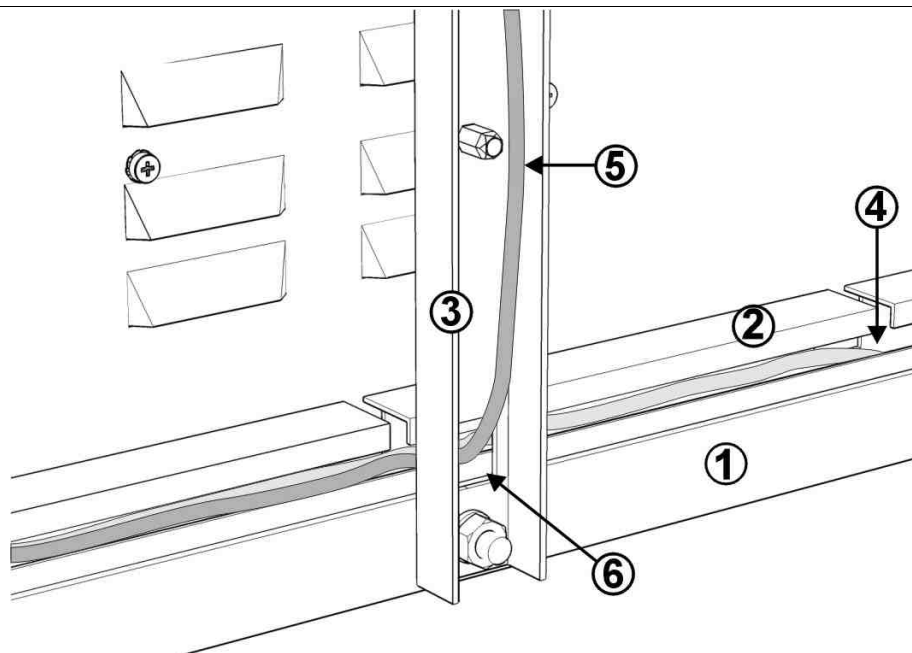
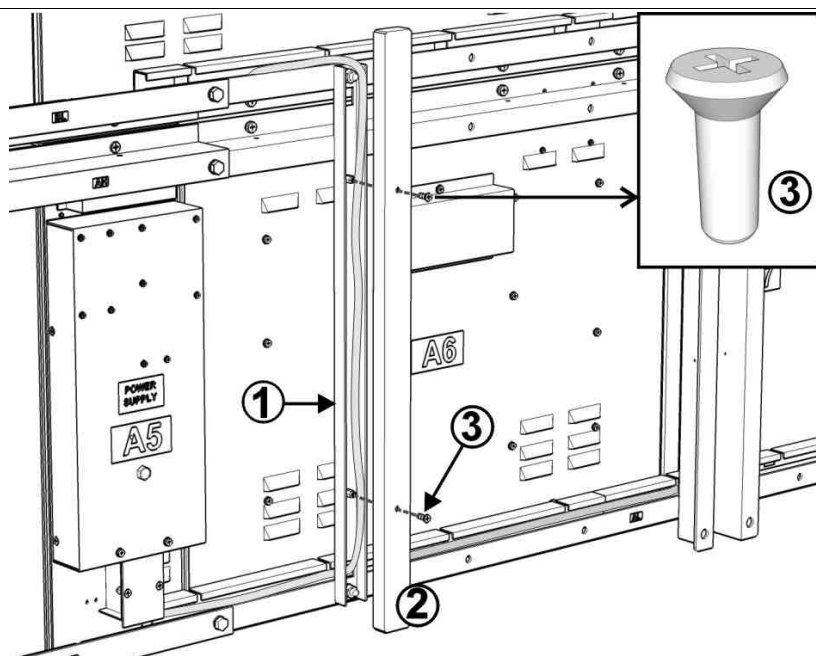

Fig. 8: Introduction des câbles dans les goulottes porte-câbles
Fig. 9: Fermeture de les goulottes porte-câbles verticales
- Le numéro ① détermine la position de la goulotte porte-câbles (voir aussi les numéros ① et ② à la Fig. 9).
1. Introduisez les câbles de tous les modules dans la goulotte porte-câbles à travers l'ouverture correspondante (voir Fig. 8) et faites-les arriver près du module **POWER SUPPLY**. Ensuite, serrez le couvercle, avec les deux vis **M5x16**, sur les "goulottes porte-câbles" verticales utilisées pour le passage des câbles des modules supérieurs (voir Fig. 9).